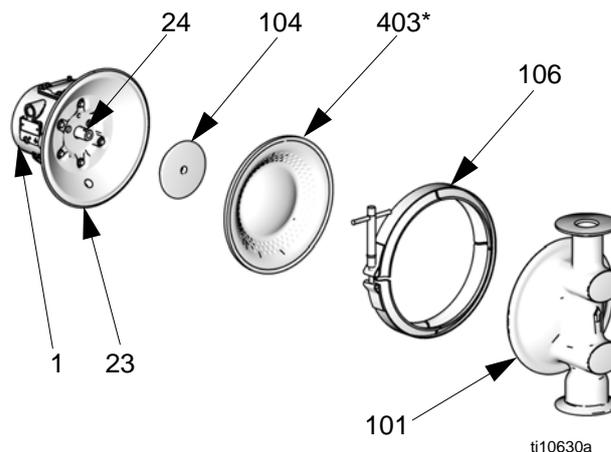

FIG. 12
3. Die Klammern (106) ausbauen, mit denen die Materialdeckel (101) an den Luftventilabdeckungen (23) gehalten werden. Die Materialabdeckungen (101) von der Pumpe abnehmen. Siehe FIG. 12.
5. Die Membranen werden handfest angezogen. Um sie zu lösen, beide Membranen sicher an der Außenkante greifen und entgegen dem Uhrzeigersinn drehen. Eine Membranbaugruppe löst sich und die andere bleibt auf der Welle sitzen. Die gelöste Membran (403) und die Stauscheibe der Luftseite (104) herausnehmen.
6. Die gegenüberliegende Membran-Baugruppe und die Welle (24) aus dem zentralen Gehäuse (1) ziehen. Die Schlüsselflächen an der Welle mit einem 19-mm-Steckschlüssel festhalten und die Membran sowie die Stauscheibe der Luftseite aus der Welle ausbauen.
7. Die Membranwelle (24) auf Verschleiß oder Schleifspuren prüfen. Ist sie schadhaft, die Lager (19) in eingebautem Zustand überprüfen. Sind die Lager schadhaft, siehe Seite Seite 26.
8. Mit einem O-Ring-Haken ins zentrale Gehäuse (1) fassen und in die Rillendichtungen (402) einhaken, dann diese aus dem Gehäuse ziehen. Dies kann bei eingebauten Lagern (19) erfolgen.